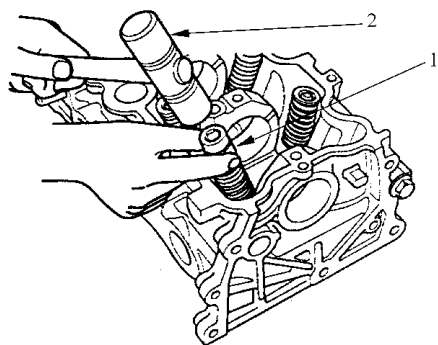

图 2-114 松开气门锁片
3) 如图 2-114 所示，用一适当的套筒和塑料锤，轻轻敲击弹簧座圈，将气门锁片松开。